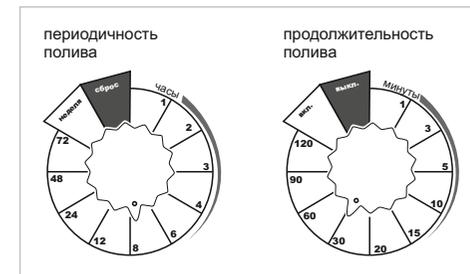

Рис.4
2. Настройте периодичность полива от 1 часа до 7 дней (см. Рис. 4)
3. Настройте продолжительность полива от 1 до 120 минут (см. Рис.4)